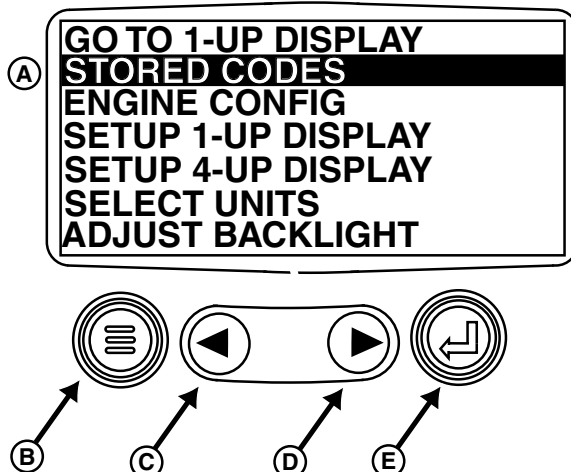

Abbildung 1. Hauptmenü
1. MENÜTASTE (B) drücken. Das Hauptmenü wird angezeigt. Siehe Abbildung 1.
2. Mit den PFEILTASTEN (C, D) durch das Menü navigieren, bis STORED CODES (Gespeicherte Codes) (A) hervorgehoben ist. EINGABETASTE (E) drücken.